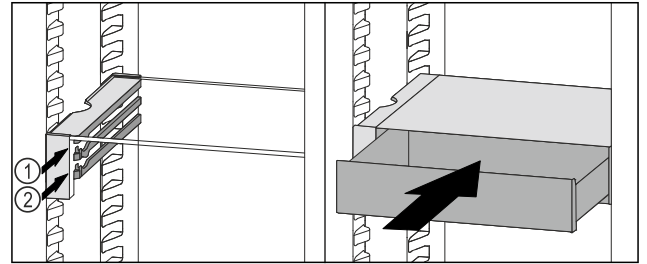

Fig. 63
- ▶ VarioSafe-lade achter de stoppers op de gewenste rib Fig. 63 (1) of Fig. 63 (2) plaatsen.